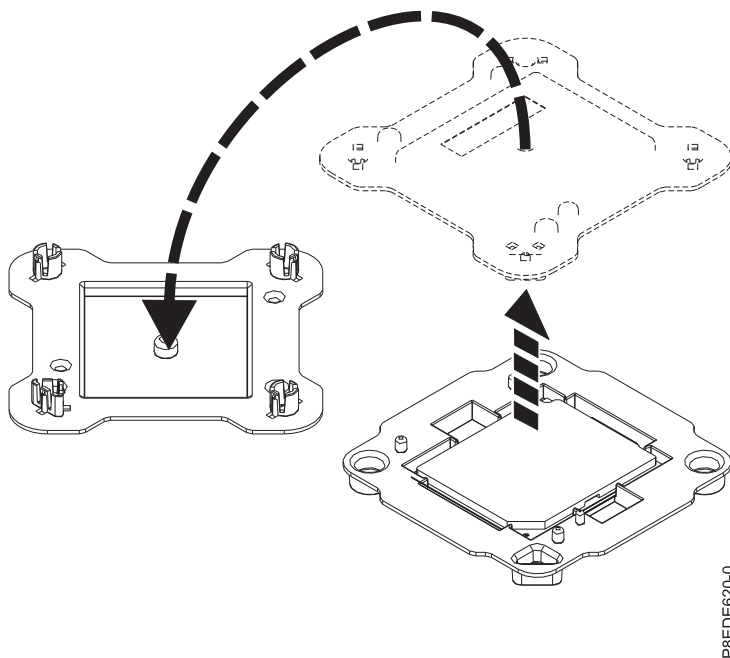

Figura 62. Abrir el empaquetado del módulo del procesador del sistema
2. Abra el embalaje del nuevo módulo del procesador del sistema y coloque la cubierta boca abajo, al lado de la bandeja, como se muestra en la Figura 62. La cubierta se utiliza para el módulo del procesador del sistema que está sustituyendo.